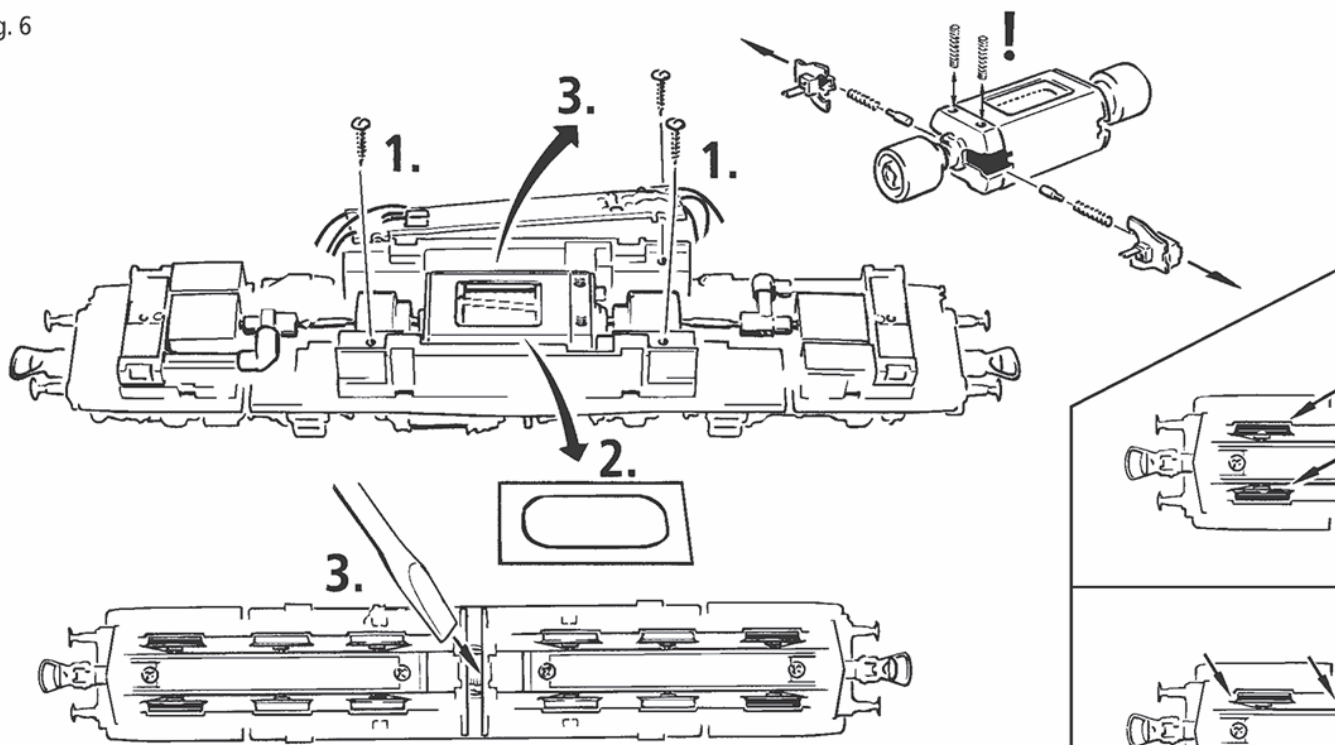

Fig. 8
3. Haftreifenwechsel: Zuerst den Getriebedeckel abnehmen (Fig. 5). Danach den **Radsatz** herausnehmen und die **Haftreifen** mit einer Nadel od. mit einem feinen Schraubendreher abziehen (Fig. 8). Beim Aufziehen der neuen Haftreifen darauf achten, dass diese sich nicht verdrehen.
3. Change of traction tyre: Remove the gear cover (fig. 5). Take out **wheel set** and remove **traction tyre** using a pin or a fine screwdriver (fig. 8). When pressing on the new traction tyre please **avoid twisting it**.
3. Échange des bandages d'adhérence: Démontez d'abord **le couvercle du carter des engrenages** des engrenages (fig. 5). Délogez ensuite les essieux bandagés et enlevez, à l'aide d'une aiguille ou d'un tournevis fin, les bandages d'adhérence (fig. 8). Lors du montage des nouveaux bandages veuillez veiller à ce que les bandages **ne soient pas tordus**.